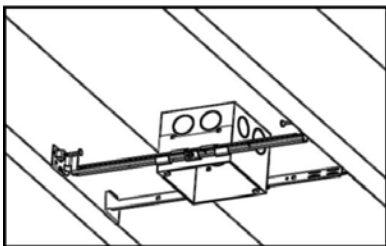
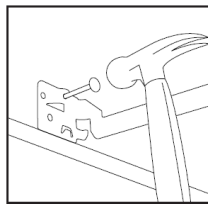
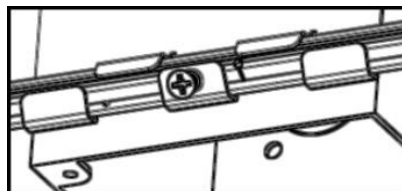

Figure 3
Figure 4
Figure 5
Étape 1. Libérez les barres de suspension en desserrant les vis de blocage de chaque côté (Fig. 5). Prolongez les barres de suspension pour qu'elles s'ajustent entre les poutrelles. La barre de suspension est profilée pour s'aligner facilement avec le bas de la poutrelle (Fig. 3). Positionner le luminaire en clouant les Real-Nails® dans les poutrelles (Fig. 4).
Étape 2. Glissez le luminaire le long des barres de suspension jusqu'à l'endroit désiré. Utilisez des vis de blocage pour fixer la position horizontale (Fig. 5) des deux côtés de l'appareil.